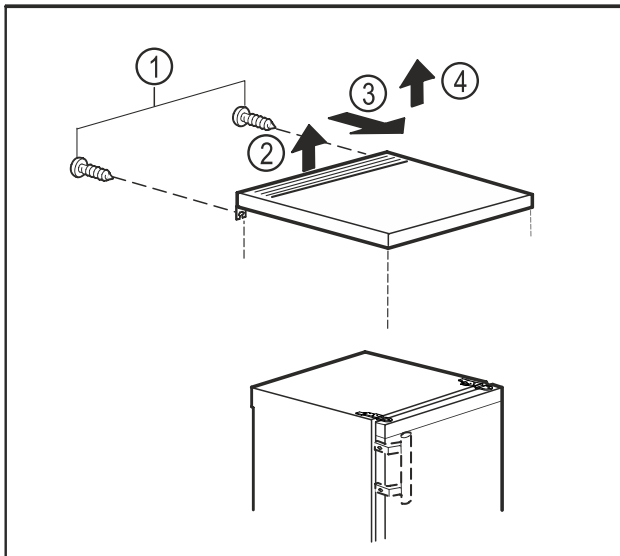

Fig. 9
- ▶ Отстранете винтовете от задната страна. Fig. 9 (1)
- ▶ Повдигнете плота на масата отзад. Fig. 9 (2)
- ▶ Преместете плота на масата напред. Fig. 9 (3)
- ▶ Сваляте плота на масата нагоре. Fig. 9 (4)